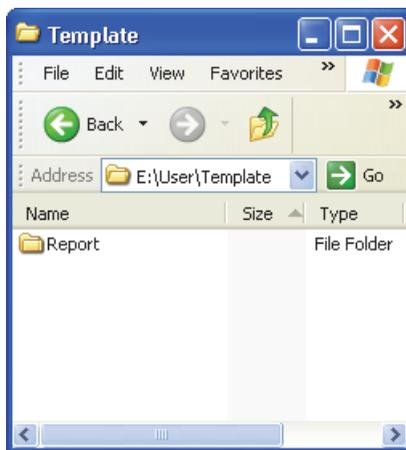

Figure 7-4 Chemin du dossier du rapport
- b) S'il n'existe pas déjà sur la carte de mémoire, créez le dossier \User\Template\Report\ (voir la Figure 7-4 à la page 208).